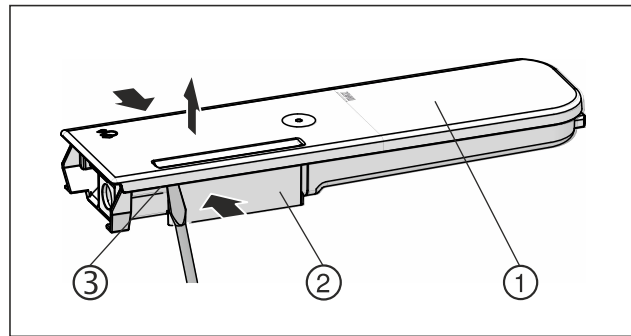

Fig. 128
- Comprime il serbatoio dell'acqua Fig. 128 (2) e fare leva con attenzione sul coperchio Fig. 128 (1) sollevandolo dai naselli di arresto Fig. 128 (3).
- Spostare leggermente avanti e indietro il coperchio Fig. 128 (1) e rimuoverlo verso l'alto.